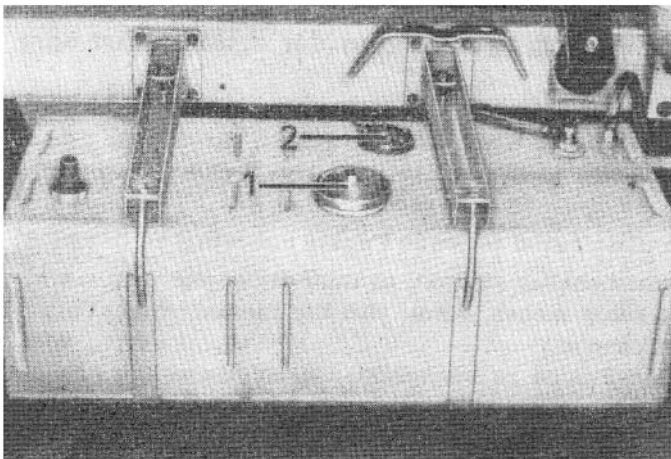

Bild 19. Tank
1. Kraftstoffvorrat überprüfen bzw. Kraftstoff nachfüllen. Zu diesem Zweck wird der Tankverschluss (Bild 19/1) durch eine halbe Drehung nach links abgenommen.